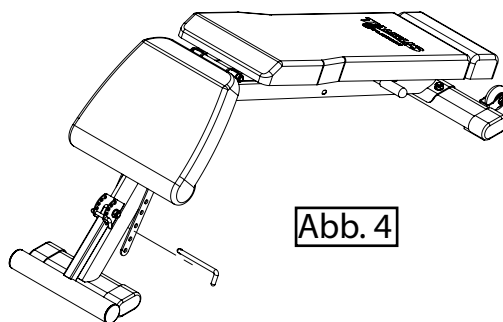

Abb. 4
7. Entnehmen Sie den Stellstift unter dem Sitz (D) (Abb. 4).
8. Klappen Sie den Sitz (D) nach unten (Abb. 4).
9. Montieren Sie den Stellstift unter den Sitz (D) (Abb. 4).